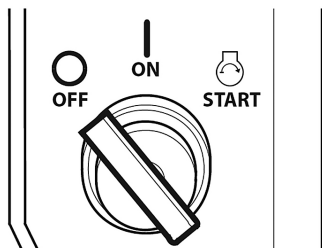

Рис. 23 Положения замка зажигания
1. Вставьте ключ в замок зажигания. Поверните ключ в замке зажигания в положение «ON» (Включено). (Рис. 23).
4. Поверните ключ зажигания в положение «OFF» (ВЫКЛЮЧЕНО) (Рис. 23).